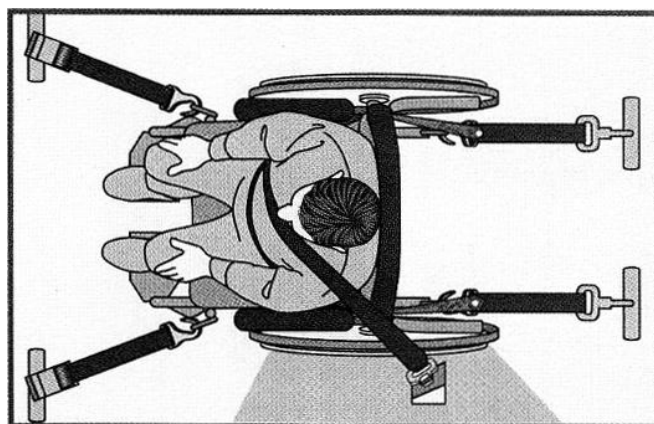

Figura 30
- Os ganchos que poderão ser utilizados com a cadeira são do género “four-point tie-down”. A cadeira ficara presa dentro do veículo em 4 pontos: 2 à frente e 2 atrás, como mostrado na figura 30.